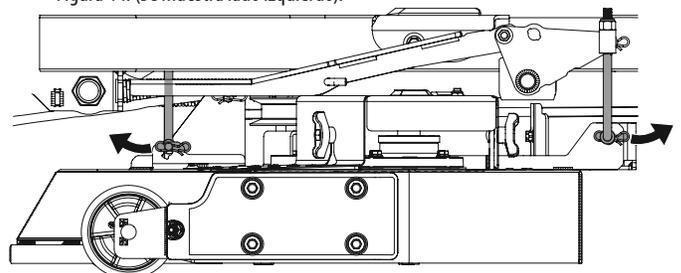

Figura 44
- Extraiga el pasador de chaveta del extremo de la horquilla inferior de cada varilla de ajuste de altura de la plataforma. Hay uno al frente y uno atrás de cada lado de la plataforma. Consulte la Figura 44. (Se muestra lado izquierdo).